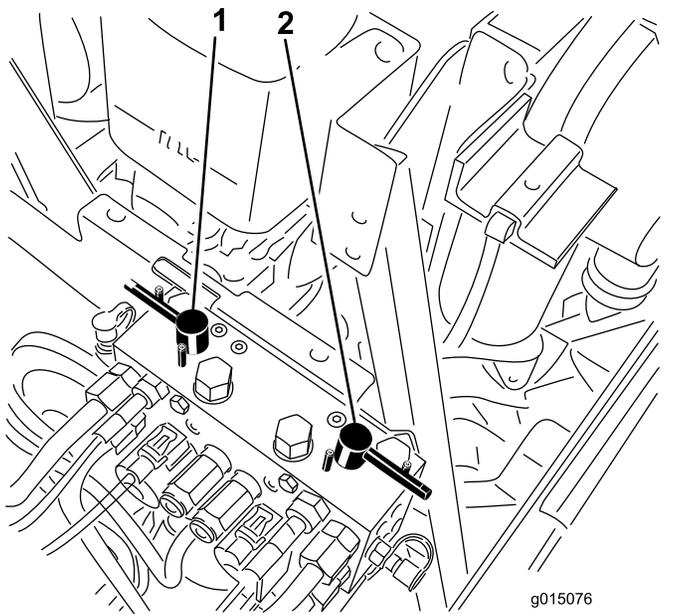

Figura 103
4. Seleccione la palanca de autoafilado correspondiente a los molinetes que desea autoafilar: delanteros, traseros o ambos (Figura 103).